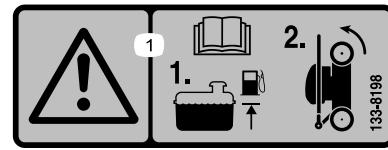

Figura 19
1. Asegúrese de que el nivel de combustible del depósito de combustible no sobrepasa lo recomendado por el fabricante del motor; consulte la pegatina del fabricante del motor, situada en el motor (Figura 19).